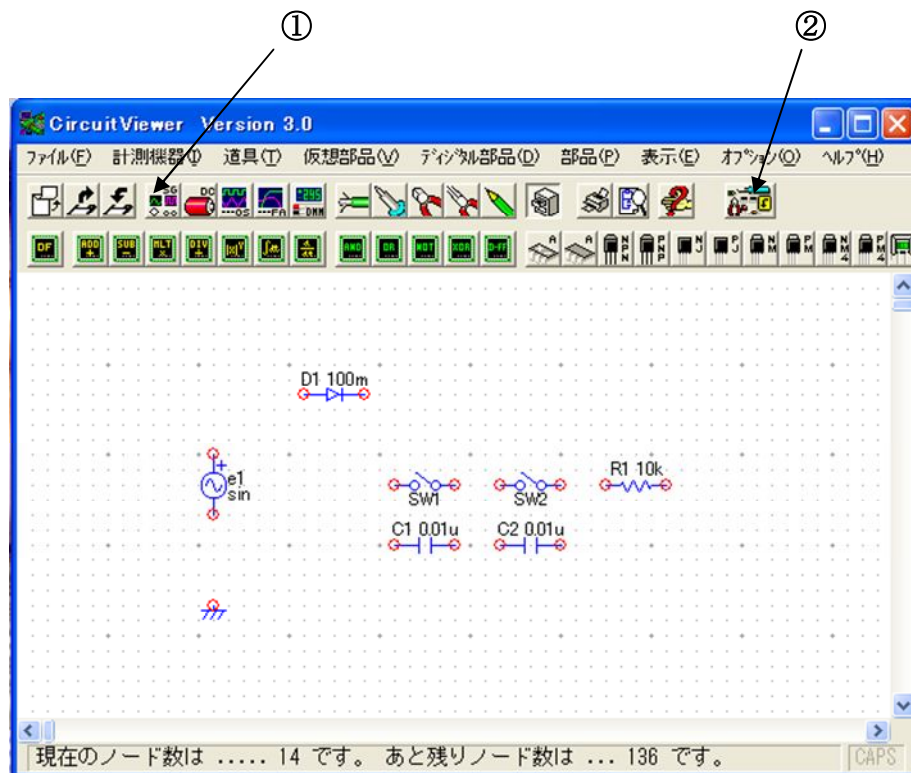

図 2. 3
図 2. 3 の①交流電源のアイコンをクリックします。すると、手のカーソルに交流電源のゴーストがついてきます。それを配置したい場所に持って行き、左クリックすると、部品が配置（部品が青色になる）されます。部品のゴーストを消すには、図 2. 3 の②ツールボックスのアイコンをクリックするか、右クリックを押し『部品を戻す』を左クリックすれば元の手のカーソルにもどります。部品のゴーストがついたまま、他の部品のアイコンを左クリックすると、部品が変わります。
残りの部品も同様に呼び出して、図 2. 3 のように配置してください。